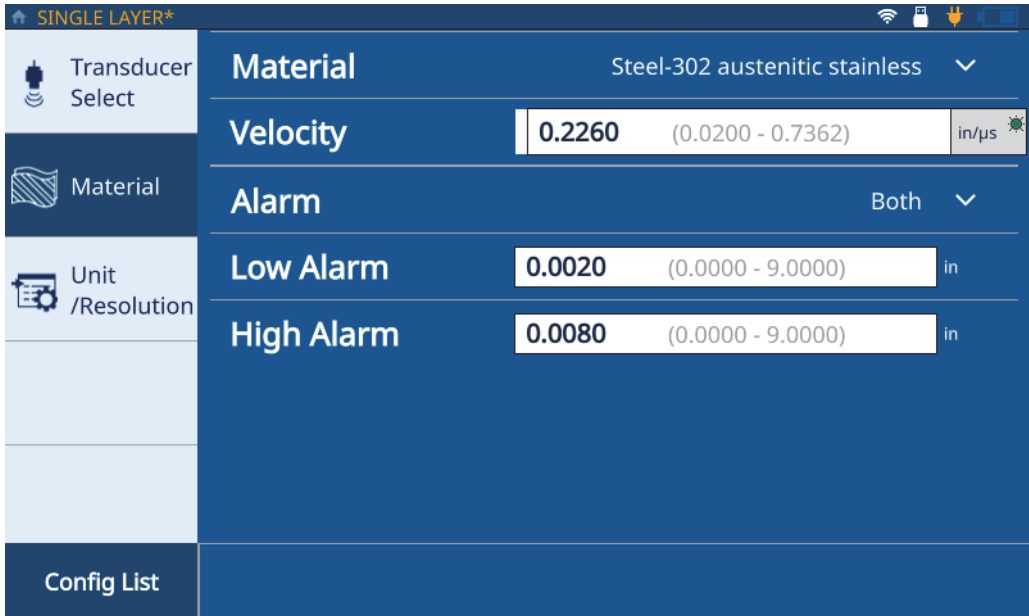

图 2-3 单层材料选项卡
8. 点击**Material**（材料）选项卡（参见第17页的图 2-3），然后从下拉列表中选择您的材料。测厚仪会根据所选材料自动更新声速。